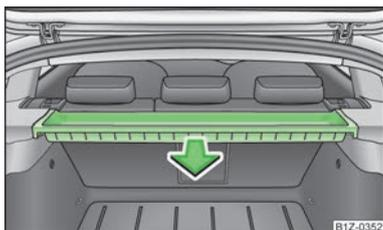

Fig. 84
- Coger la carcasa con ambas manos y sacarla tirando de ella en el sentido de la flecha » fig. 84.